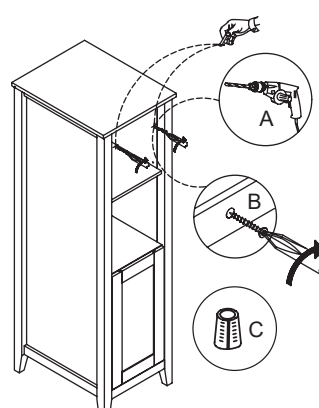

Figura 3
- 5: Fije el gabinete para lencería a la pared mediante la inserción de (x 2) tornillos de #8 x 2" (B - no incluidos) a través de un riel posterior del gabinete para lencería. Figura 3. **Nota:** Se recomienda instalar el gabinete para lencería sobre al menos un montante de pared. Para localizar los montantes de pared, puede utilizar un detector de montantes o dar golpecitos en la pared hasta encontrar un punto que suene a superficie maciza. Si no localiza ningún montante de pared, se recomienda utilizar anclas de expansión (C - no incluidas) para fijar el gabinete para lencería.